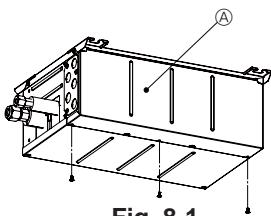
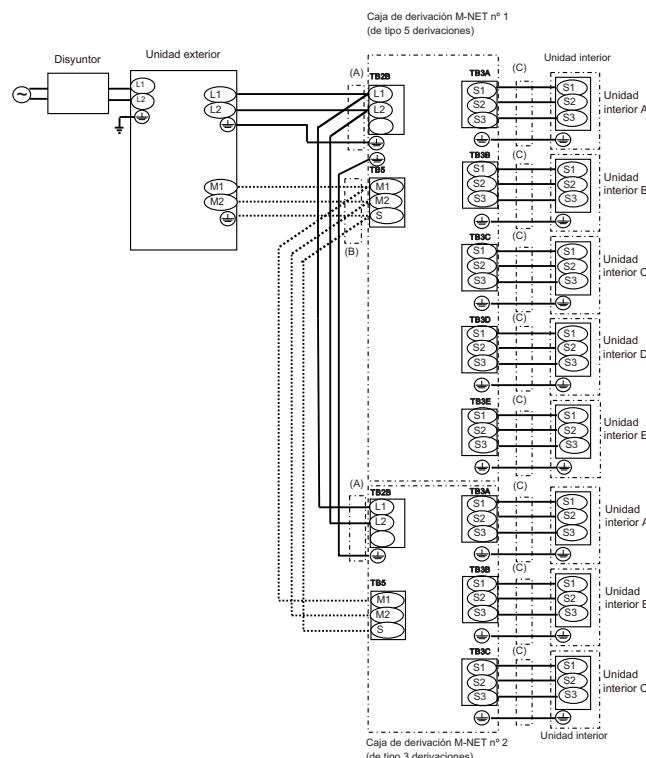

Fig. 8-1
Fig. 8-9
(1) Retire la cubierta eléctrica. (Fig. 8-1)
(2) Retire la cubierta de conductor.
(3) Introduzca el cableado en la caja de derivación a través de la placa de conductor y fíjelo con la placa de conductor. (consulte el apartado 8.1)
(4) Conecte firmemente cada cable al bloque de terminales pertinente. (Fig. 8-9)
(5) Configure el interruptor DIP. (consulte el apartado 8.3)
(6) Vuelva a colocar la cubierta eléctrica.
8.2. Procedimiento de cableado exterior (Fig. 8-9)